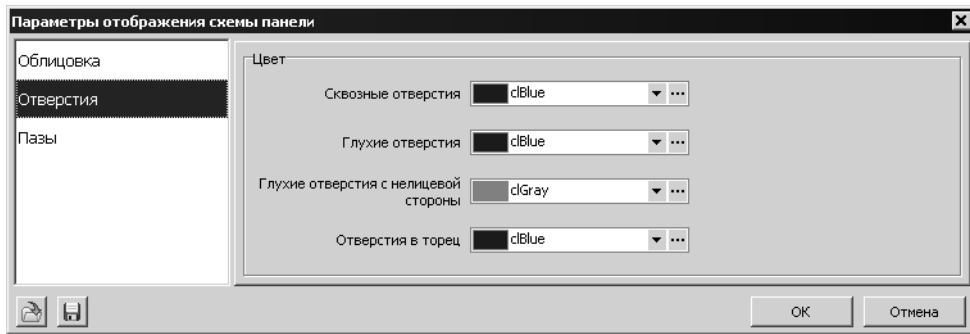

Рис. 7.9.
**нели.** Эти настройки выполняются одинаковым образом и рассматриваются на примере настройки отверстий (рис. 7.9).